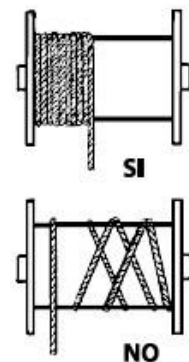

Fig. 4
10. În timpul funcționării verificați în mod constant faptul că frânghia se înfășoară corect pe tambur, bobina pe bobină, fără încetinire sau suprapunere. În cazul în care nu se va desprinde frânghia și se va întoarce corect, ținând coarda întotdeauna în tensiune (Fig. 4).